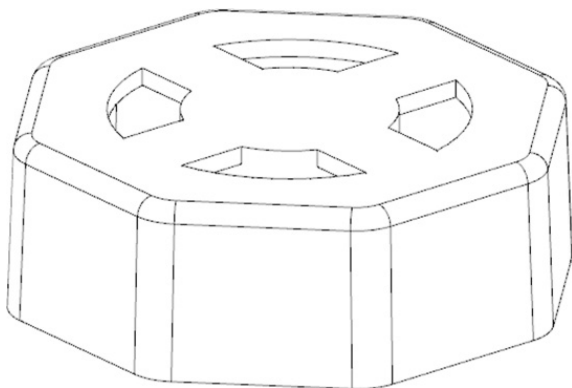

图 3-1 产品结构
(1) 启动 NX 10.0, 打开 gai.prt, 产品结构如图 3-1 所示。